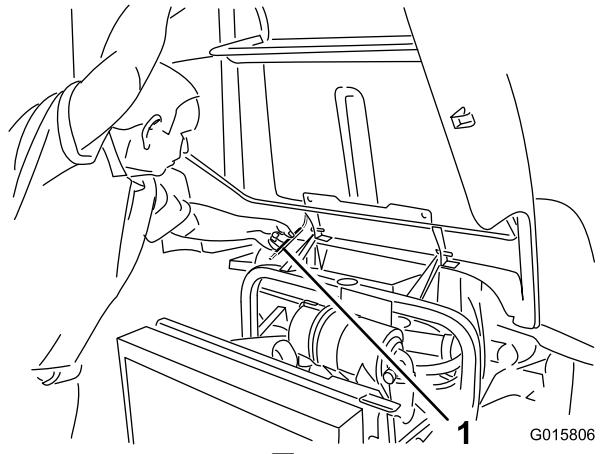

図 29
2. フレームチューブの下に支え棒が入る高さまでフードを持ち上げる図 29。